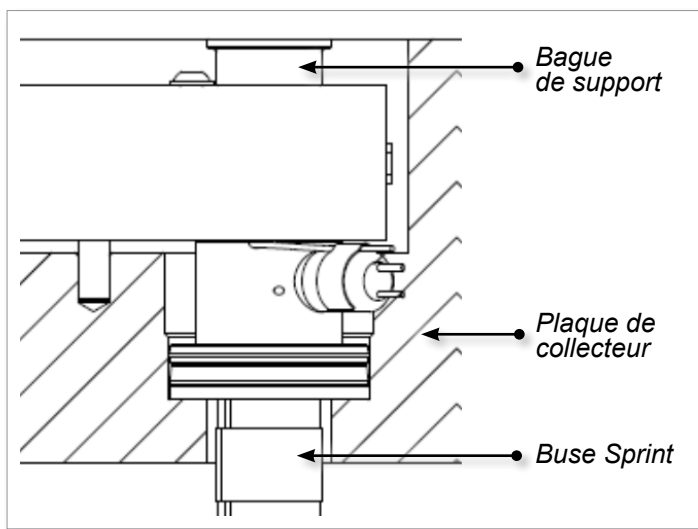

Figure 5-17 Emplacement de la bague de support
3. Utilisez une goupille pour installer toutes les bagues de support dans le collecteur. Reportez-vous à la Figure 5-17.